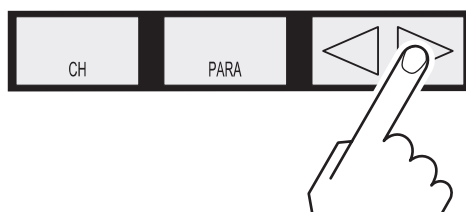

Abb. 4-4 Taste UP 1 Sekunde lang drücken
- 2 Halten Sie die Taste UP etwa 1 Sekunde lang gedrückt. Siehe Abb. 4-4, 17.